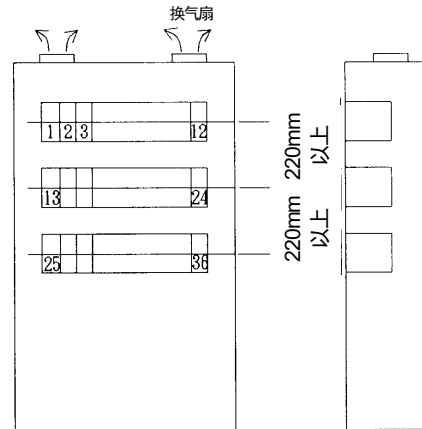

图 3
- 安装在关闭的测量柜等中时，请在测量柜的上下安装换气扇。（参阅图 3）